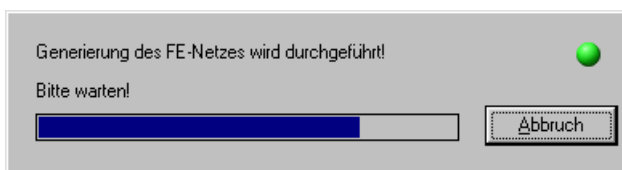
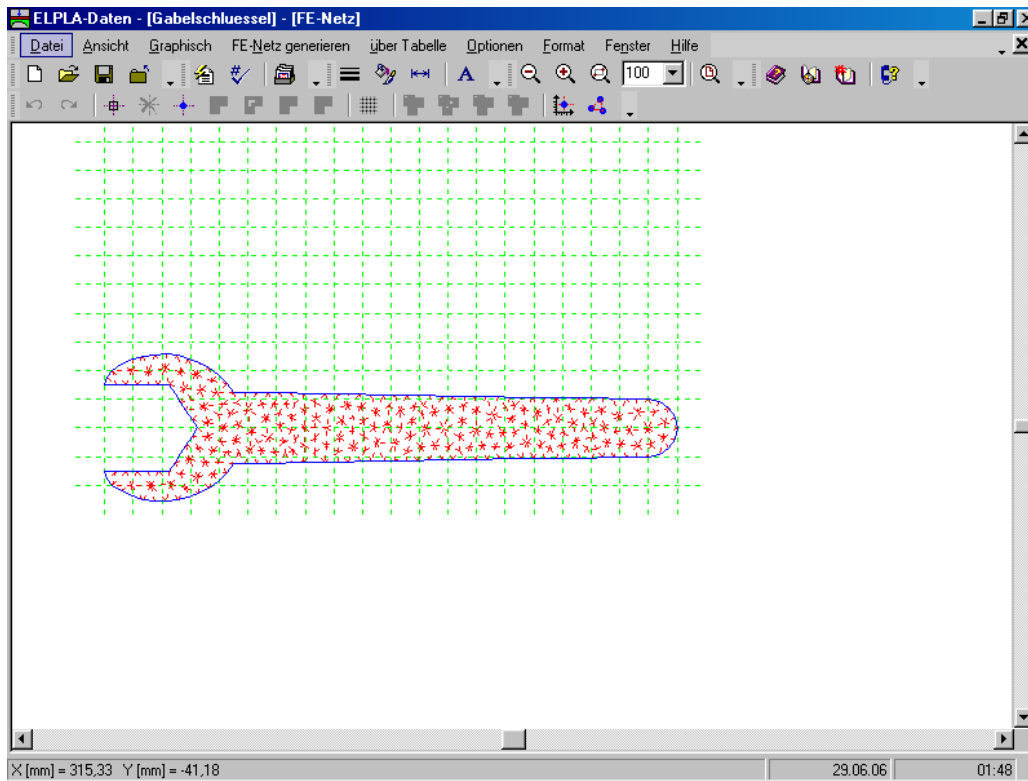

Bild 5-17 Generierungsfortschrittsmenü
Bild 5-18 Endgültiges FE-Netz des Gabelschlüssels
Nach dem Klicken der Schaltfläche "OK" erscheint das Generierungsfortschrittsmenü des FE-Netzes im Bild 5-17, in welchem über die verschiedenen Phasen der Generierung fortschreitend berichtet wird. Das FE-Netz des Gabelschlüssels ist im Bild 5-18 gezeigt.
- Wählen Sie den Befehl "FE-Netz speichern" aus dem "Datei"-Menü im Bild 5-18, um die Daten des FE-Netzes zu speichern